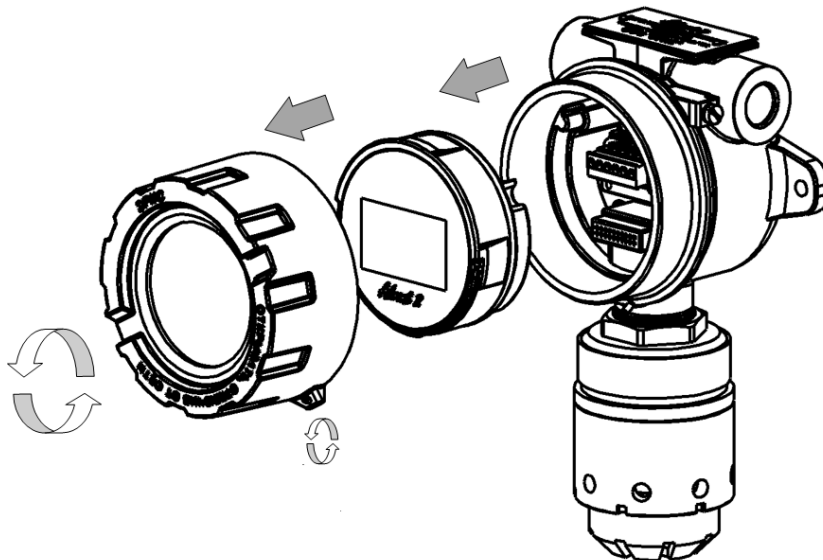

Рисунок 21- Схема разбора газоанализатора
1) Открутить стопорный винт на верхней крышке газоанализатора (рис. 21). Открутить крышку по резьбе. Снять электронный модуль с разъемов, потянув его горизонтально за полукруглую ручку "дугу" (не делая вращательного движения).